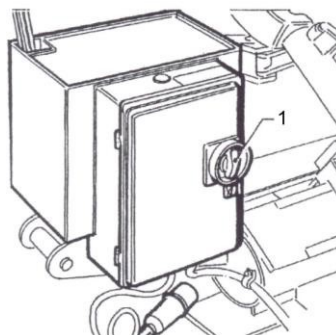

Рисунок 3. Шкаф силовой
4.2.3 Шкаф силовой (Рисунок 3), конструктивно представляет собой сварной шкаф с дверью, закрывающейся на скобу-фиксатор и имеющей знак « ⚡ » по ГОСТ 12.4.026-76. На дверце шкафа расположен автоматический выключатель 1, предназначенный для включения и выключения электропитания (при включённом выключателе силовой шкаф заблокирован от открытия). Пускатели, установленные внутри шкафа, предназначены для включения вращения шпинделя в нужном направлении. Трансформатор, установленный внутри шкафа, преобразует напряжение 220В в 24В для цепей управления. Выпрямительный мост преобразует переменное напряжение 24В, для управления гидрораспределителями.